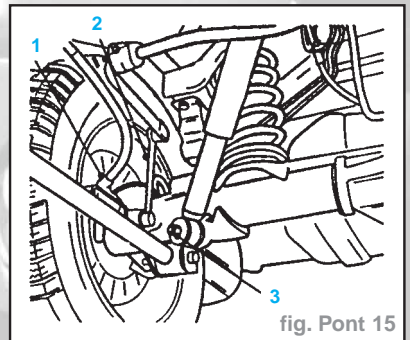

fig. Pont 15
- Déposer les câbles de frein des bras oscillants tubulaires (1) (fig. Pont 15).